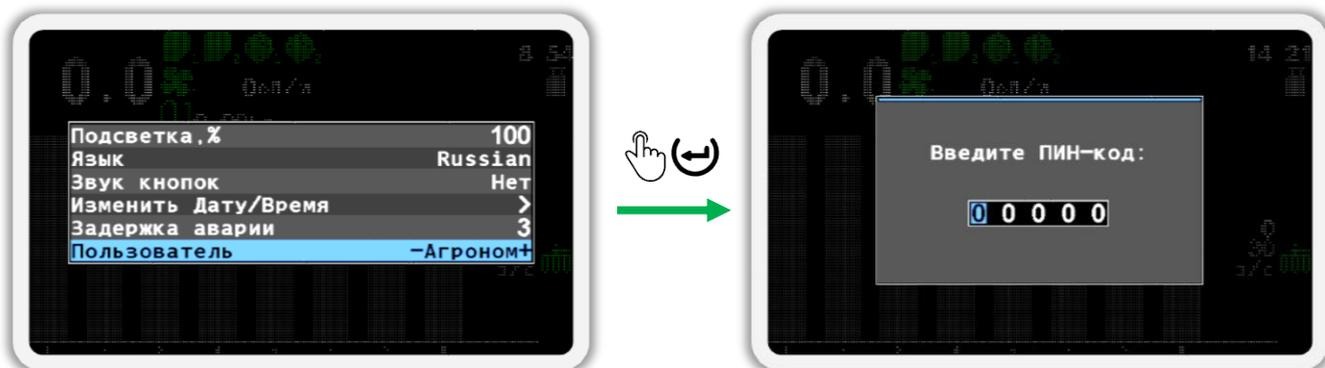

Рисунок 45
- в) Выберите пользователя «Агроном» (см. Рисунок 45 слева). Для этого используйте кнопки  «Плюс» и  «Минус».
- д) В появившемся окне (см. Рисунок 45 справа) введите ПИН-код «88888». Цифра, значение которой можно изменять, отображается черным цветом на синем фоне. Для изменения её значения